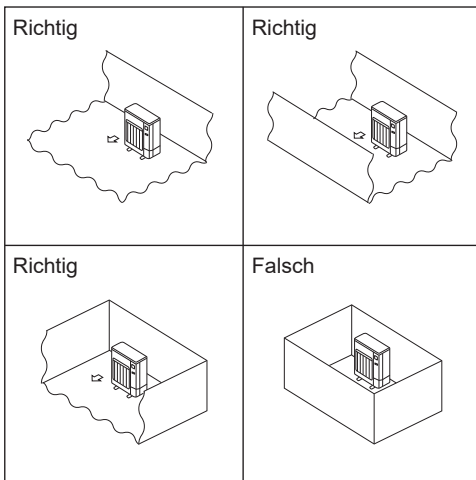

Fig. 2-2
- Ⓐ Installieren Sie Außenanlagen an einem Ort, an dem wenigstens eine der vier Seiten offen ist, und in einem ausreichend großen Raum ohne Senken. (Fig. 2-2)